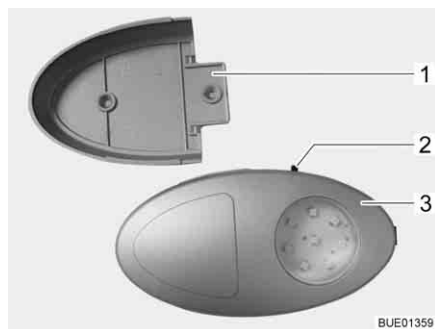

Fig. 48 Eclairage de la penderie
- ▷ Il est possible d'extraire l'éclairage de la penderie de son support vissé (Fig. 48,1) et de l'utiliser comme lampe de poche.
Le bouton Marche/Arrêt (Fig. 48,2) se trouve directement sur l'éclairage de la penderie (Fig. 48,3).